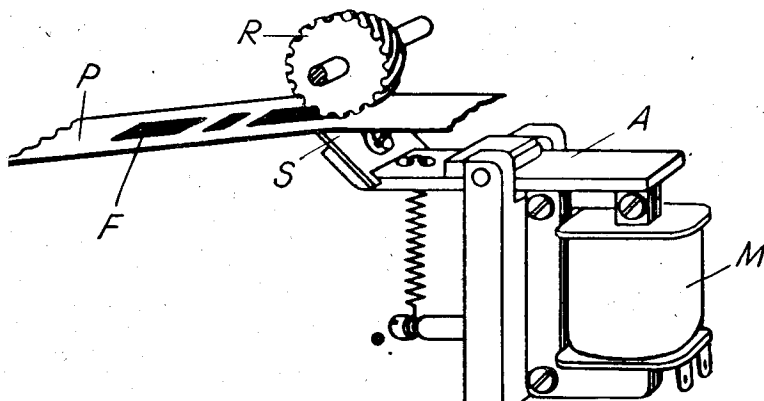

Abb. 2: Schematische Darstellung des Schreibsystems
Der in der Führungsbahn des Schreibsystems laufende **Papierstreifen** (P) (siehe Abb. 2) wird unter der Wirkung der Empfangsströme durch den Schreibmagneten (M) mit der **Schreibbleiste** (S) gegen das **Schreibrad** (R) gedrückt. Von diesem wird so lange Farbe auf den Streifen (P) übertragen, wie der **Magnetanker** (A) angezogen ist.
Wie aus Abb. 2 ersichtlich, ist das Schreibrad (R) auf seinem Umfang mit einzelnen Schraubgängen versehen. Dadurch wird jedes **Morsezeichen** als geschlossene Fläche (F) niedergeschrieben. Die Breite und Länge der Fläche ist gegeben durch die Breite des Schreibrades und die Länge des empfangenen Zeichens.